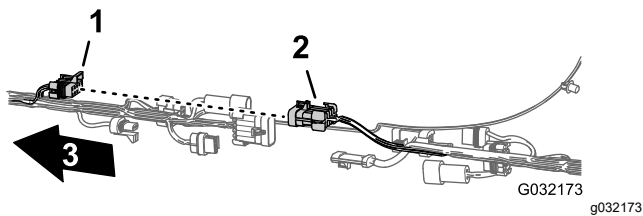
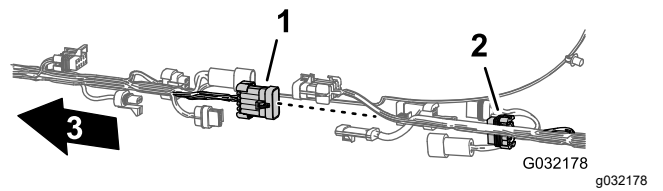

Bild 8
Bild 13
2. Ziehen Sie die sechs Steckerpaare zwischen dem vorderen und hinteren Kabelbaum ab, wie in Bild 8 bis Bild 13 abgebildet.